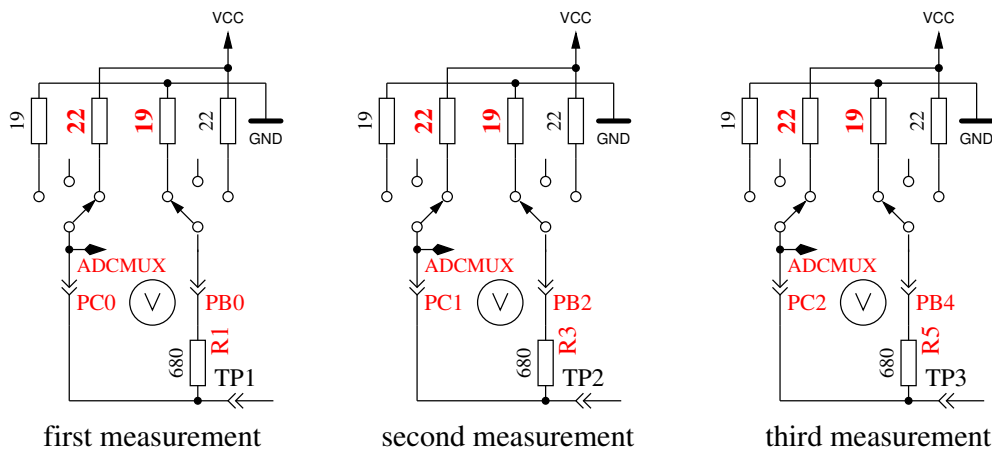

Abbildung 5.44: Messung des Innenwiderstandes des auf VCC geschalteten Port C Ausgängen.
8. **Messung des Innenwiderstandes von auf VCC geschalteten Port Ausgängen.** Der benötigte Strom wird von auf GND geschalteten 680Ω Widerständen geliefert. Es ist die gleiche Messung wie die in Test 7 zur anderen Seite, wie in Abbildung 5.44 gezeigt wird. Der Innenwiderstand wird wie folgt berechnet: $(5001 - (ErgebnisvonTest7) - (ErgebnisvonTest8))/680$. Die Widerstandswerte ergeben sich, wenn die gemessene Spannung durch diesen Strom dividiert wird. Der gefundene Mittelwert der Innenwiderstände der Ausgabe-Ports wird im EEprom festgehalten. Das Ergebnis für diesen Test wird dann in Zeile 1 mit dem Text „RI_Hi=“ in Ω angezeigt, der Innenwiderstand zur GND Seite wird in Zeile 2 mit dem Text „RI_Lo=“ angezeigt. Diese Werte stehen dann für weitere Messungen zur Verfügung.